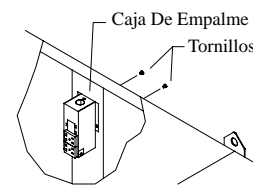

Fig. 3
• **El cableado.** La caja de empalme se encuentra en el poste divisor en la parte superior del interior del enfriador. Quite los dos tornillos de la caja y aparte la caja del panel para tener acceso al cableado (véase fig. 3). Conecte el cableado para la bomba a las tomas de corrientes (véase las esquemas del cableado de las bombas en el siguiente página). Conecte el cableado para el motor directamente al motor.